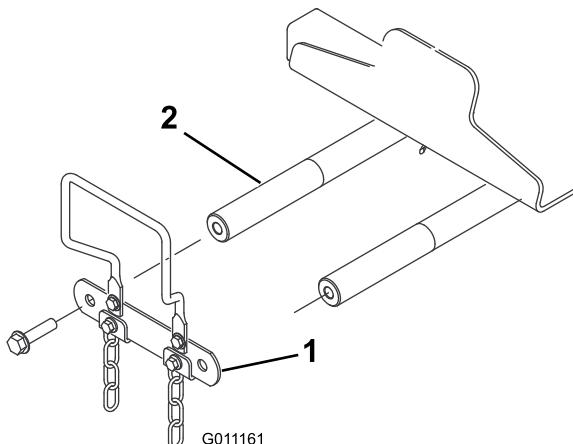

図 10
- 昇降アームのピボット・シャフト・リンクとピボット・シャフトを分離(キャップスクリュ2個を外す)し、とりはずしたリンクとキャップスクリュは保管する(図10)。